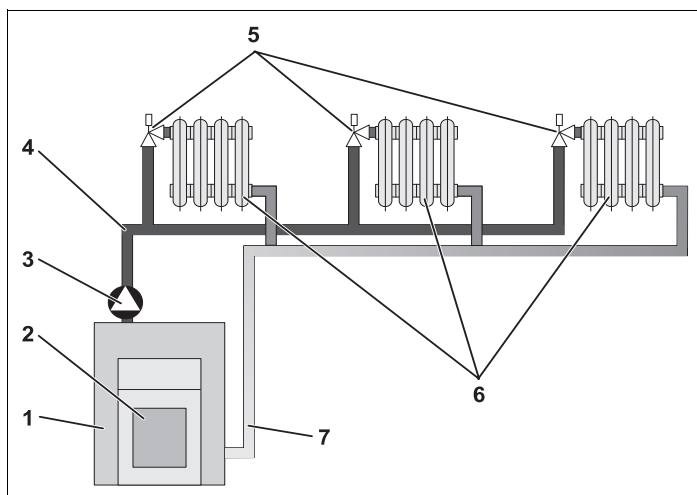

Fig. 1 Schema unei instalații de încălzire cu circuitul de încălzire
În imaginea 1 este reprezentat un circuit de încălzire: Arzatorul (Fig. 1, **Poz. 2**) arde carburantul (în ziua de azi mai mult gaz sau combustibil lichid) și încalzește apa aflată în cazan. Acest agent termic este pompat (3) prin conducta de tur (4) spre radiatoare (6) de către pompa. Apa încălzită pătrunde în calorifere și cedează o parte din căldura sa. Prin conducta de retur (7) apa încălzită trece din nou în cazan, iar circuitul de încălzire începe din nou.
Un circuit de încălzire descrie circuitul de încălzire care duce apa calda din cazan prin radiatoare și (Fig. 1 înapoi Pagina 5). La un cazan pot fi anexate mai multe curbe de încălzire, ca de ex. un circuit pentru alimentarea radiatoarelor și un altul pentru alimentarea încălzirii pardoselei. Radiatoarele funcționeaza cu temperaturi mai mari de tur decât încălzirea pardoselii.